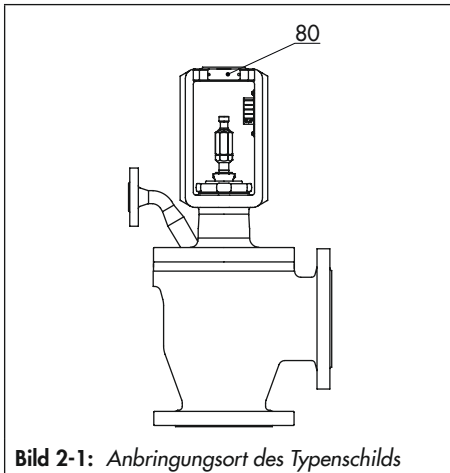

Bild 2-1: Anbringungsort des Typenschilds
Das Typenschild (80) ist am Joch des Ventils angebracht (vgl. Bild 2-1).